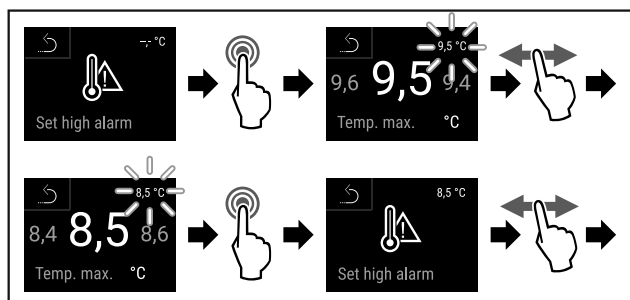

Fig. 141
- Handlungsschritte (siehe Fig. 141) durchführen.